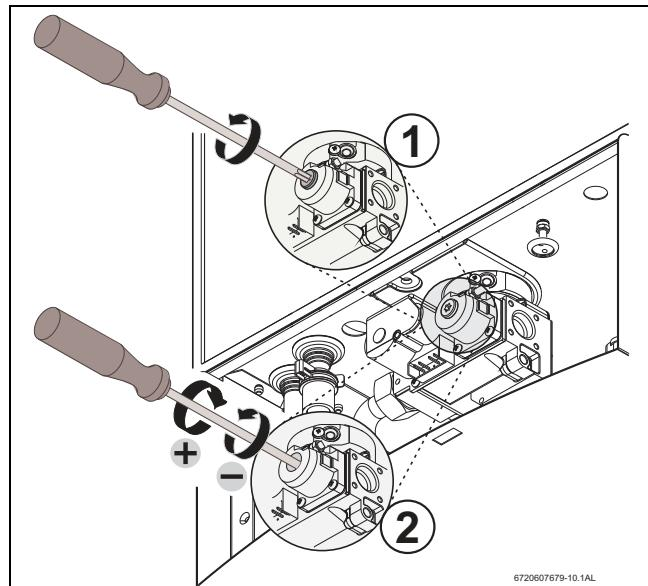

Рис. 20 Регулировка уровня P2 CO₂
- ▶ Снимите окрашенную в желтый цвет крышку винта Torgx № 40 со звездообразной головкой с передней панели газового крана (рис. 20, поз.1). Откроется пластиковый винт Torgx № 40 со звездообразной головкой.